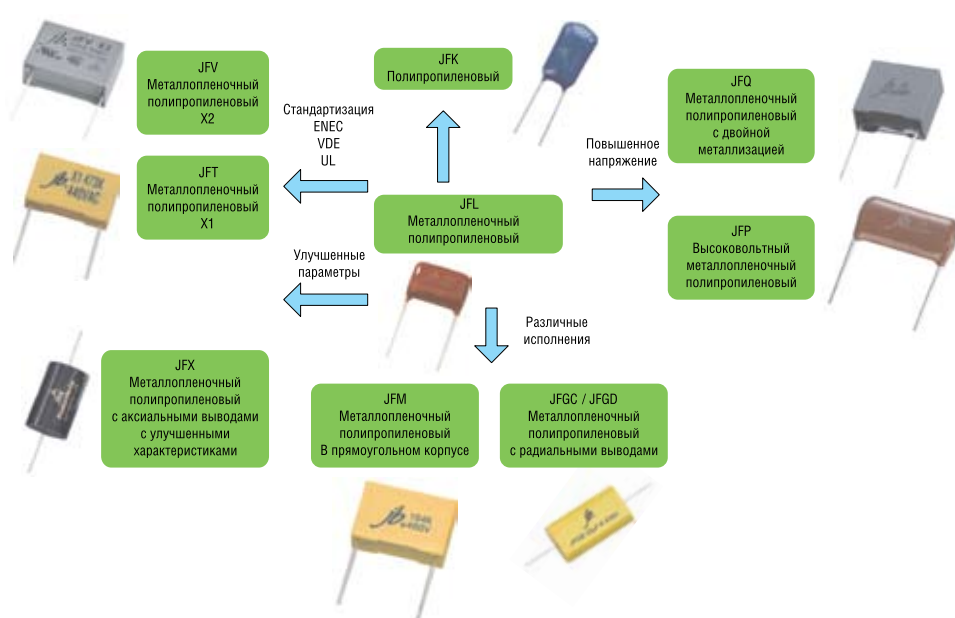

Рис. 4. Полипропиленовые конденсаторы JB Capacitors
- полипропиленовые (polypropylene film): серии **JFK, JFL, JFM, JFV, JFP, JFQ, JFS, JFGC, JFGD, JFX** (рисунок 4);